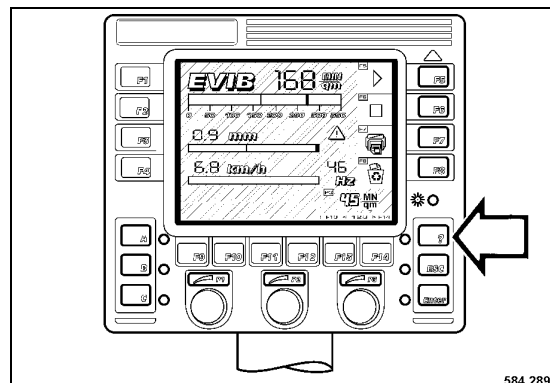

Fig. 78
- Press key "?" (menu) (Fig. 78).